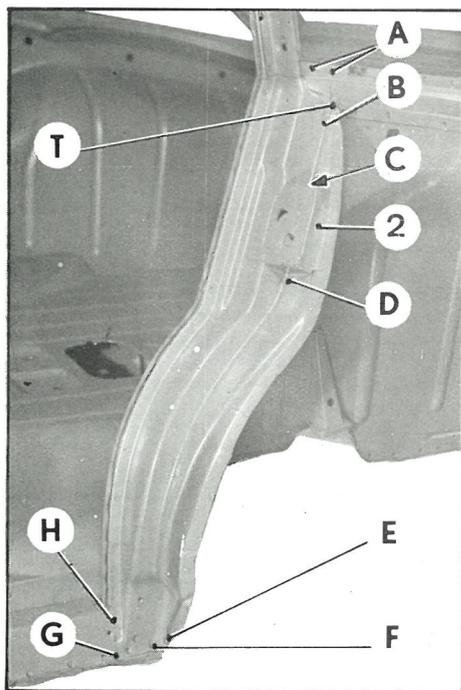

Fig: 1
8. Sans bouger la doublure de pied milieu, déposer le pied milieu.**9. Assembler la doublure de pied milieu aux brancards,***en* R (fig. 3) (deux points)*en* S (fig. 3) (deux points)*en* T (fig. 4) (un point)*en* U (fig. 4) (un point)**10. Poser le pied milieu sur la doublure, le positionner, le fixer à l'aide de pinces serr-tôles.****11. Assembler le pied milieu à sa doublure,***en* AE (fig. 1)*en* CH (fig. 1)**12. Souder à l'autogène :***en* EF (fig. 1)*en* FG (fig. 1)*en* GH (fig. 1)**13. Réaliser l'étanchéité par brasure.**
en A (fig. 1) (deux points)
en BC (fig. 1)